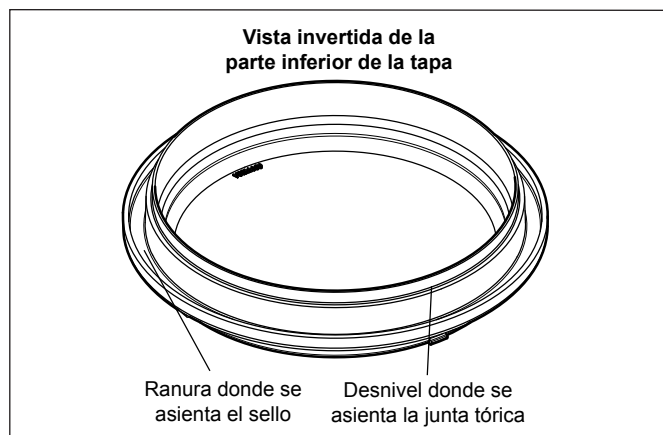

Figura 5. Colocación de la junta tórica de prueba de presión azul
2. Coloque la junta tórica azul en el desnivel ubicado a ¼" desde la parte inferior de la tapa. Consulte la Figura 5.
NOTA La junta tórica azul se asienta a aproximadamente ¼" de distancia del sello. Consulte la Figura 5.